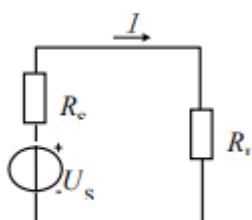

图 7-1
1、电源向负载供电的电路如图 7-1 所示，图中 R_S 为电源内阻， R_L 为负载电阻。当电路电流为 I 时，负载 R_L 得到的功率为